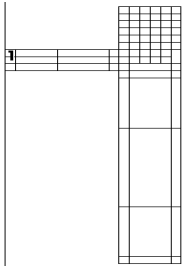

Рис. 5.22
- Структуру сетки можно просмотреть в 3-х мерном отображении электромагнитной структуры при виде сверху. Щёлкните мышкой по значку **New Schematic 3D View** и затем по значку **Top** (Верх) на панели инструментов. Сетка будет отображена, как показано на рис. 5.22.